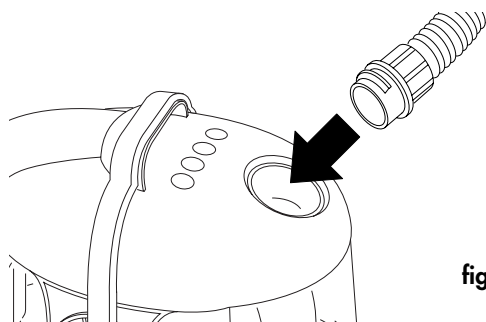

fig. 5
- Aplicați furtunul flexibil G al aparatului, introducând extremitatea cu adaptorul în formă de baionetă în gura de aspirare E și rotați-l în sensul acelor de ceasornic (fig. 5). Pentru a-l scoate este suficient să-l rotiți în sens contrar.